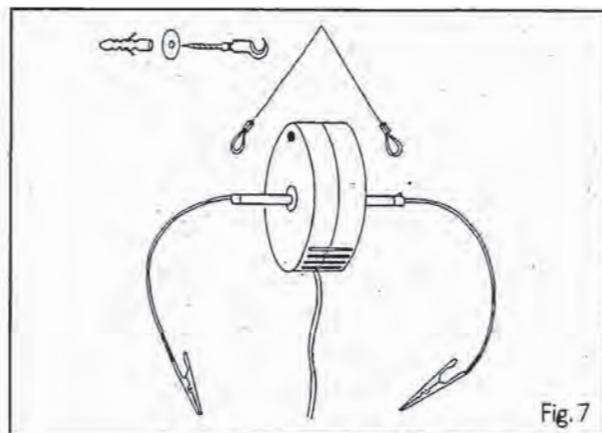

Fig. 7
2. Posizionate i due fermagli rossi della sospensione del cavo sull'asse trasversale del trasformatore in modo da piazzargli esattamente nelle due tacche. Indi sospendetevi il trasformatore al gancio (fig. 7).